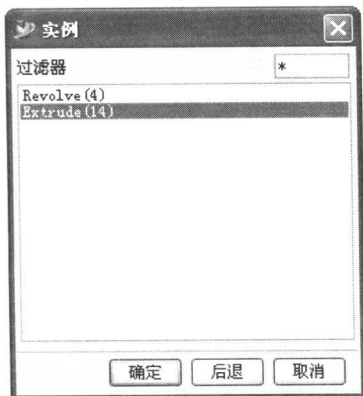
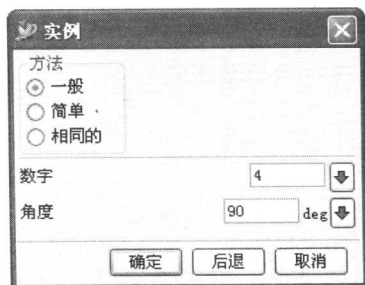

图2-9
图2-10
- 在【成形特征】工具条中单击【实例特征】按钮，弹出【实例】对话框，然后单击 环形阵列 按钮，弹出【实例】对话框。选择第 3 步创建的特征，单击 确定 按钮，如图 2-9 所示，弹出【实例】对话框。分别在【数字】和【角度】输入框中输入“4”和“90”，如图 2-10 所示，最后单击 确定 按钮，弹出【实例】对话框。